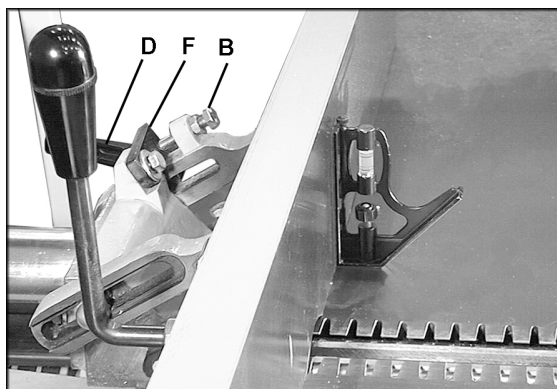

Рис. 23
1. Ослабьте фиксирующую ручку (D, Рис. 23) и наклоняйте упор до тех пор, пока стопорный винт (B, Рис. 23) не коснется ограничителя (F, Рис. 23).
2. Положите угольник или транспортир (не прилагается) на стол вровень с поверхностью упора. См. Рис. 23.
3. Если необходима регулировка, ослабьте шестигранную гайку на стопорном винте (B, Рис. 23) и откручивайте или закручивайте винт, пока упор не встанет вровень с угольником.